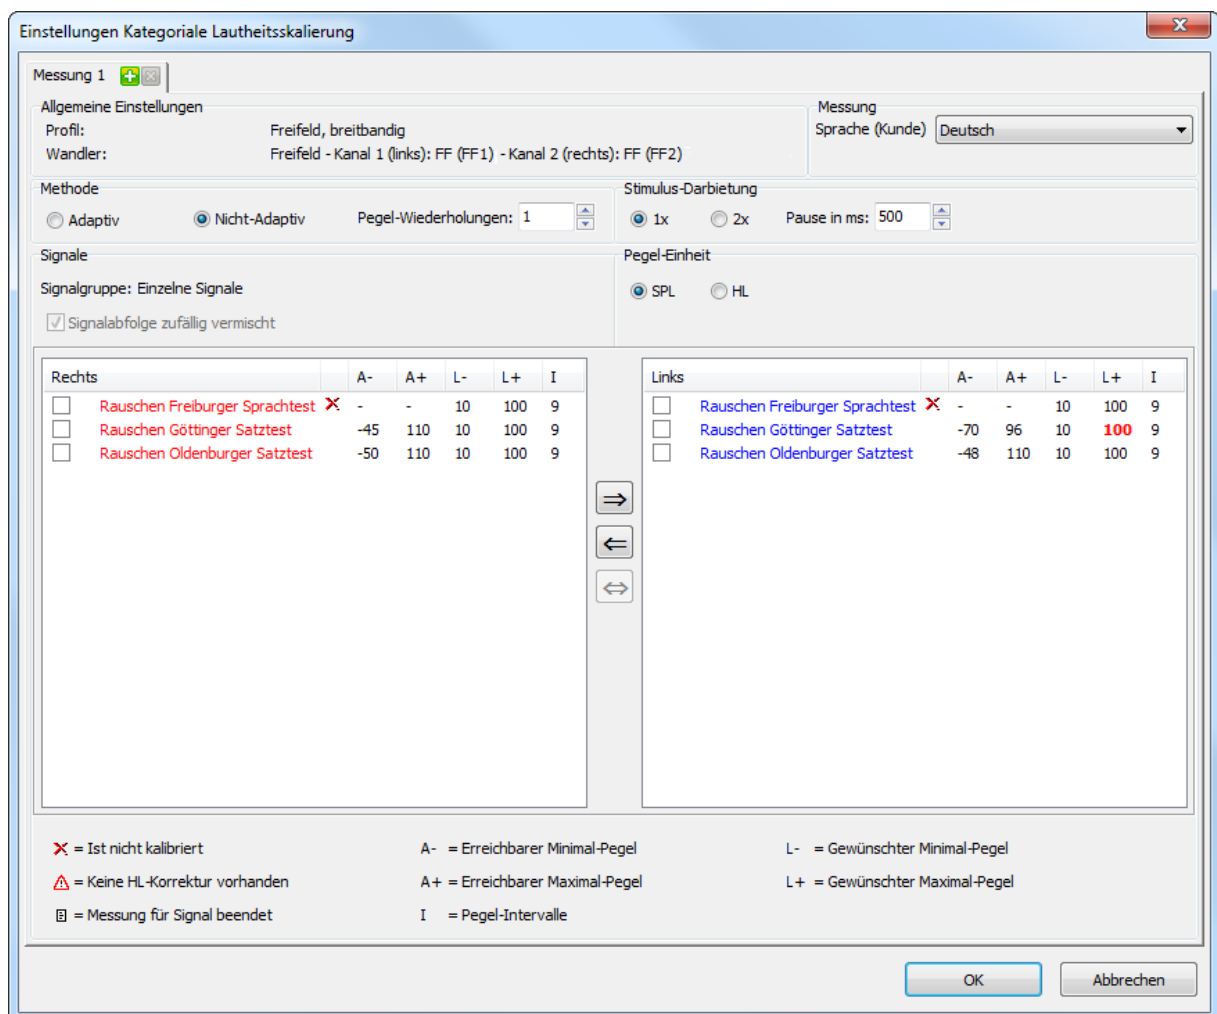

Abbildung 5: Konfigurationsdialog (hier: Freifeldmessung breitbandig, „Nicht-Adaptiv“)
Nach der Auswahl des Messprofils (Messvariante) einer neuen Messung wird der so genannte Konfigurationsdialog angezeigt. Dort können Sie weitere Detailsinstellungen zur Messung vornehmen (Abbildung 5). Je nach gewähltem Messprofil können einzelne oder mehrere Einstellungsmöglichkeiten fehlen oder deaktiviert sein. Fehlermeldungen, die während der Konfiguration der Messung angezeigt werden können, sind in Abschnitt 6.1.1 beschrieben. Fehlermeldungen, die zusätzlich bei der Bearbeitung von Messprofilen angezeigt werden können, sind in Abschnitt 6.1.2 beschrieben.
**Achtung:** Nicht für jedes Prüfsignal ist zwingend auch eine Umrechnung in dB HL möglich. Dies wird entsprechend der Legende in Abbildung 5 durch ein Symbol angezeigt. In diesem Fall müssen Sie dB SPL auswählen.
Wenn Sie „Für alle (Vorgabe)“ anwählen, gelten die eingestellten Werte für alle Prüfsignale. Wenn Sie die Einstellung übernehmen wollen, drücken Sie „OK“, sonst „Abbrechen“. Die für jedes Prüfsignal eingestellten Werte werden im Konfigurationsdialog angezeigt (siehe Abbildung 5).
Im Konfigurationsdialog werden für jedes Prüfsignal folgende Pegel-Informationen angezeigt (siehe auch Legende in Abbildung 5): Technisch erreichbarer Minimal-Pegel, Technisch erreichbarer Maximal-Pegel, gewünschter/manuell eingestellter Minimal-Pegel, gewünschter/manuell eingestellter Maximal-Pegel. Ist ein gewünschter Pegel außerhalb des möglichen Bereichs, wird dieser Pegel rot dargestellt. Bei einer Messung gilt dann automatisch die jeweils strengste Begrenzung.